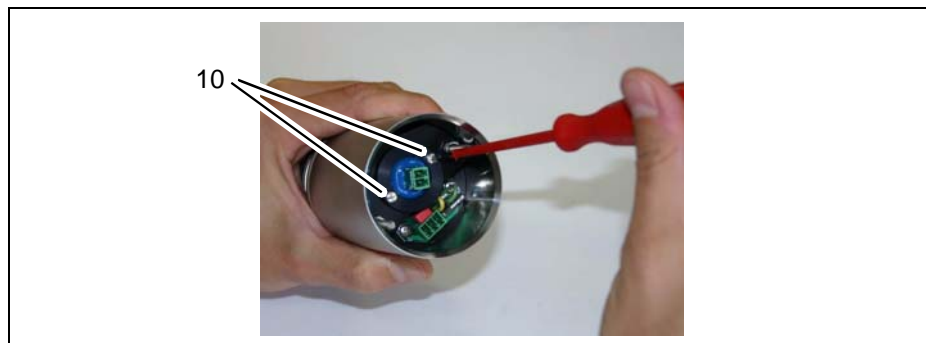

Fig. 23 Atornillado del módulo de la lámpara
5. Extraiga los dos tornillos (10, fig. 23) del módulo de la lámpara.